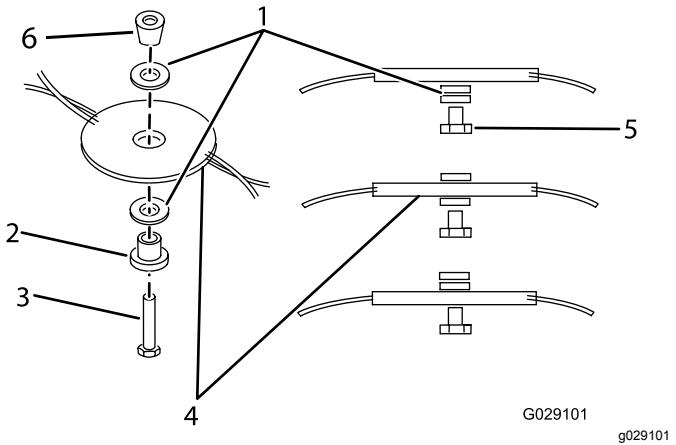

Figura 23
3. Retire o disco de corte rodando o parafuso de retenção no sentido contrário ao dos ponteiros do relógio (Figura 23) guardando todas as ferragens de montagem.
5. Instale o novo disco de corte rodando o parafuso no sentido dos ponteiros do relógio (Figura 23) e instalando as ferragens de montagem.